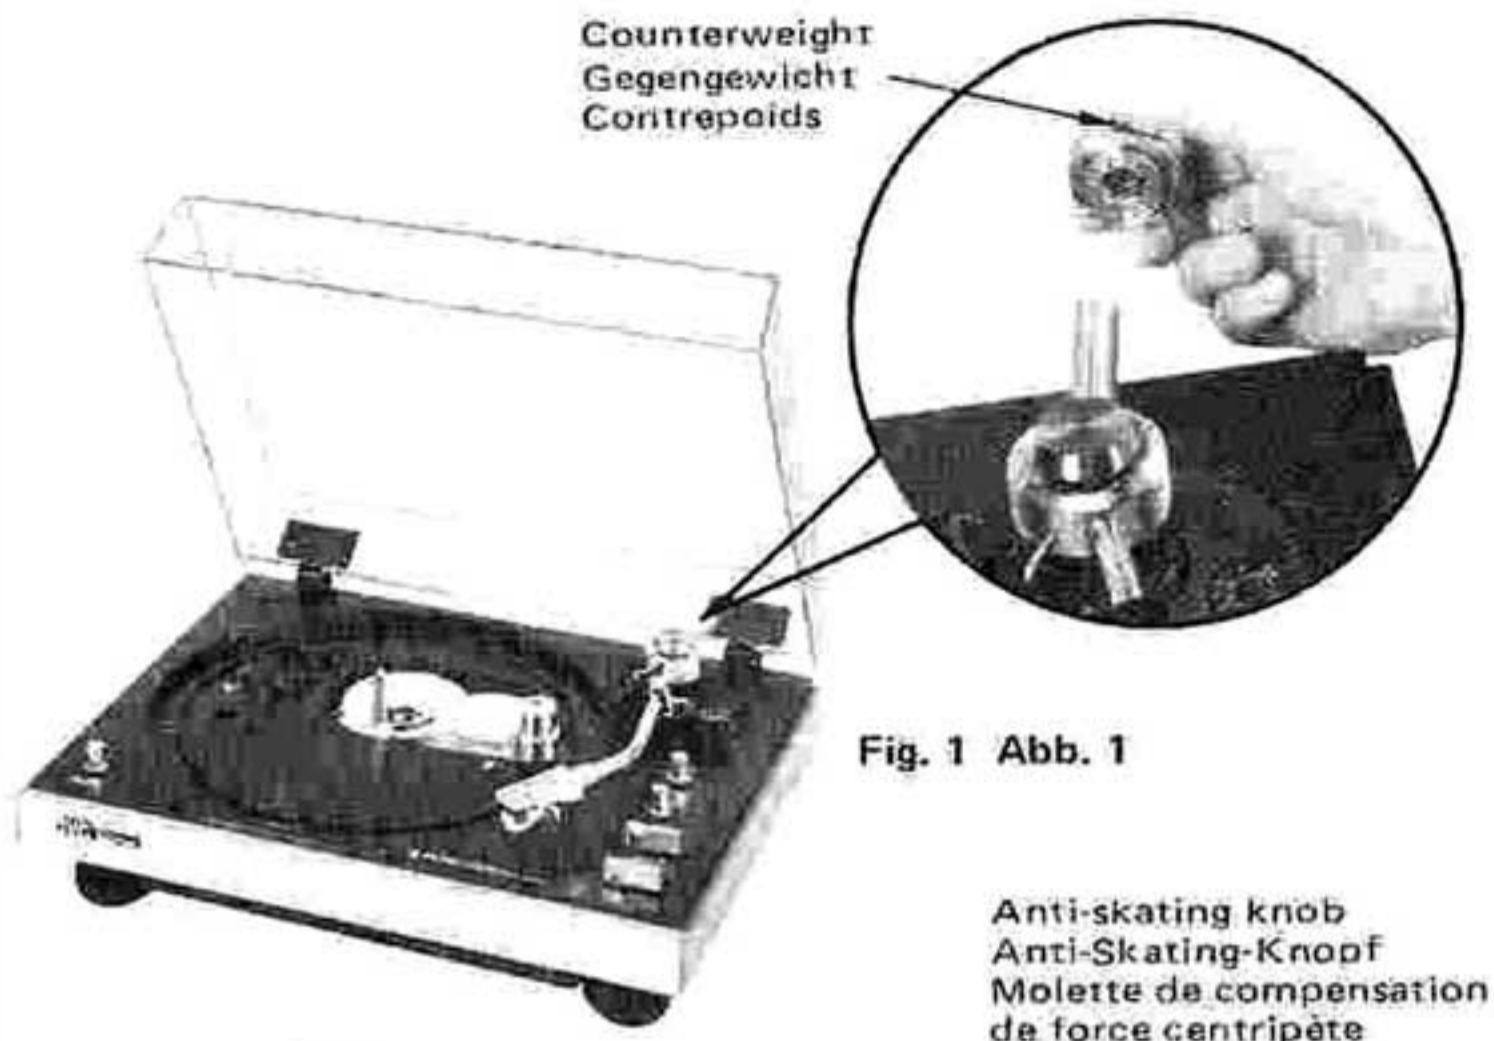

Fig. 1 Abb. 1
• **Unpacking and setting up (Fig. 1)**
Auspacken und Montage (Abb. 1)
Déballage et Mise en place (Fig. 1)